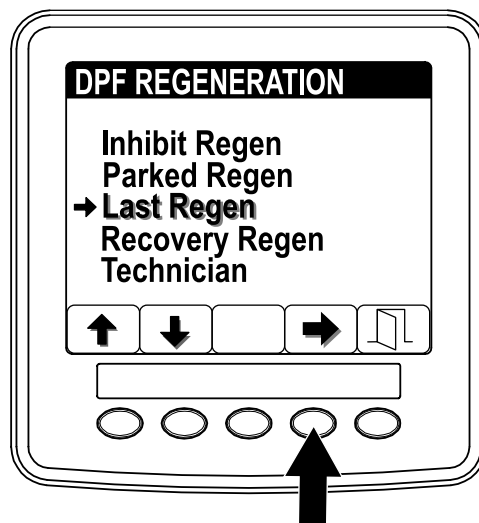

Figura 34
2. Pressione o botão 4 para selecionar a entrada (Figura 34).
1. Aceda ao menu de regeneração do DPF e pressione o botão 1 ou 2 para se deslocar para a opção ÚLTIMA REGENERAÇÃO (Figura 34).